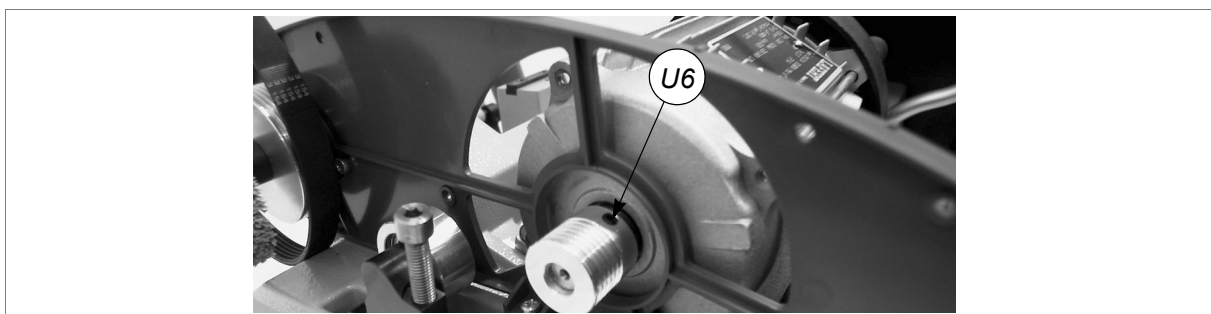

Fig. 43
- 11) Draai de schroef (U6) van de motorriemschijf los (fig.43). Verwijder de riemschijf en positioneer deze op de nieuwe motor. Bevestig de riemschijf met de schroef (U6).